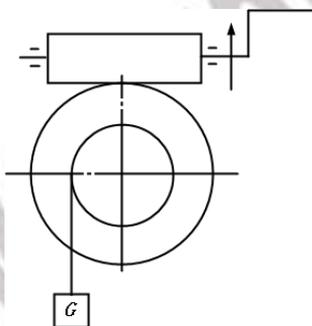

图2
2. (15分) 图2示为简单手动起重装置。若按图示方向转动蜗杆, 提升重物G, 试确定: